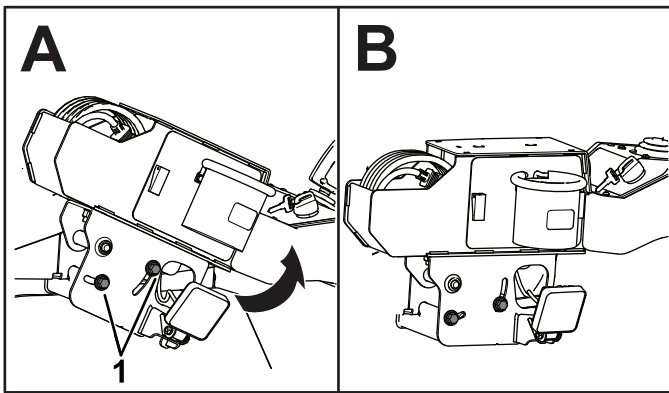
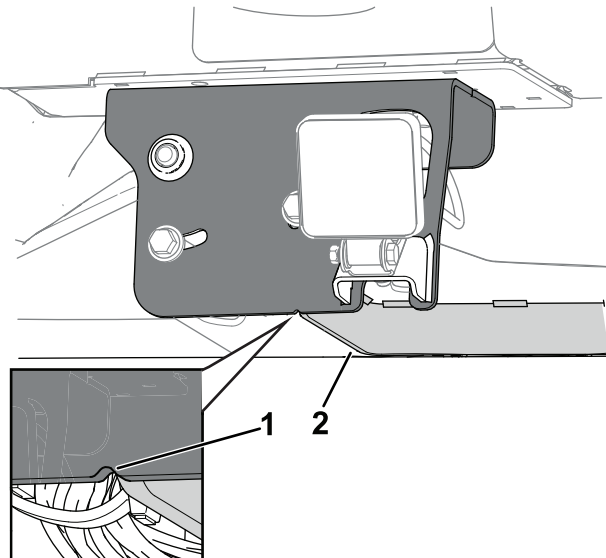

Bild 10
Bild 11
1. Lösen Sie die beiden Schrauben (M8) an der Schwenkplatte des Bedienfelds und drehen Sie das Bedienfeld nach oben (Bild 10), bis die Ausrichtungsmarkierung mit der Kabelbaumabschirmung übereinstimmt (Bild 11).